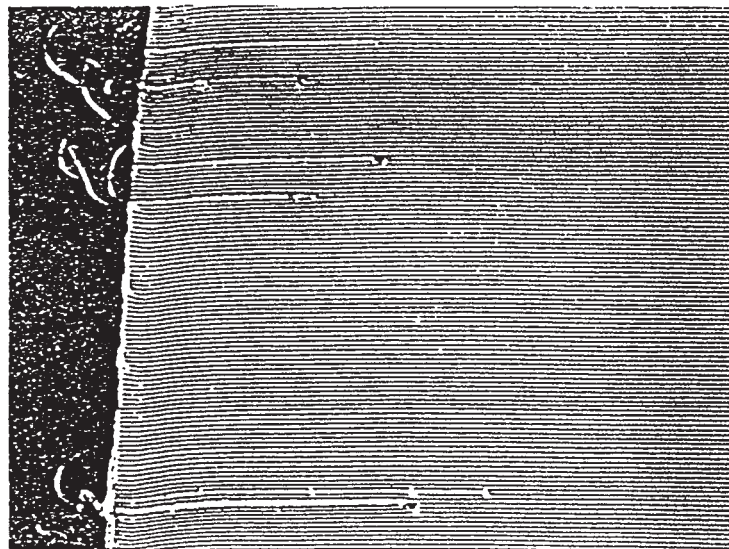

Bild 7
3.1 Einschleppfaden; Schußbeinschlag: Ein Stück Schußgarn, das meist nach dem Spulenwechsel mit dem regulären Schuß über einen Teil der Gewebebreite eingeschleppt worden ist (siehe Bild 7).